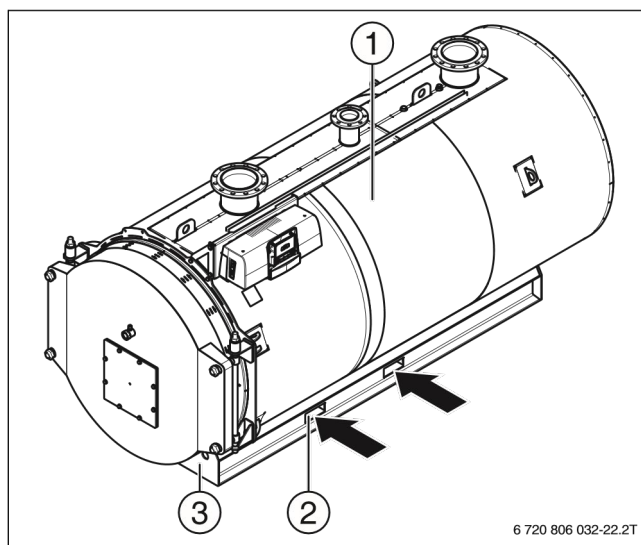

Рисунок 7 Транспортировка котла вилочным погрузчиком
► Отверстия для транспортировки вилочным погрузчиком (→Рисунок 7, [2]).